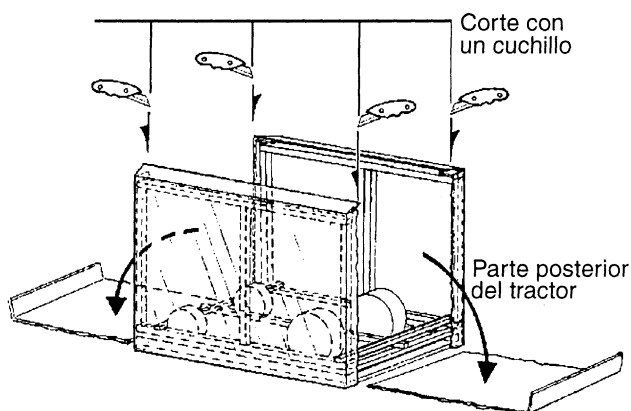

FIGURA 1
- Doble el cartón hacia abajo cortando por las líneas punteadas con un cuchillo. Vea Figura 1. Para no estropear los neumáticos, realice el corte lo más cerca posible de las esquinas.